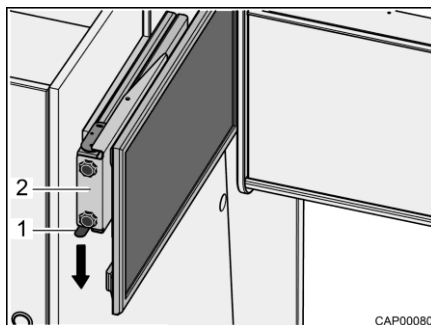

Bild 31 Utdrag med platt bildskärm
- Tryck låsfjädern (Bild 31,1) nedåt och dra ut utdraget (Bild 31,2) med den platta bildskärmen vågrätt i riktning mot fordonets mitt.
- Skjut in utdraget (Bild 31,2) med den platta bildskärmen vågrätt fram till anslaget. Låsfjädern (Bild 31,1) hakar fast hörbart.